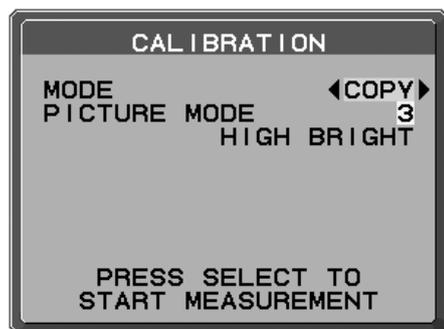

Figure C.3
6. Lors de la procédure, on vous demandera de placer le capteur de couleur USB au centre du panneau d'affichage (**Figure C.3**). Inclinez le panneau d'affichage d'environ 5° vers l'arrière et placez le capteur de couleur USB au centre du panneau d'affichage (**Figure S.1**).
2. Utilisez les touches « GAUCHE » et « DROITE » de l'écran B pour sélectionner le MODE « COPY » (COPIER) (**Figure C.3**).